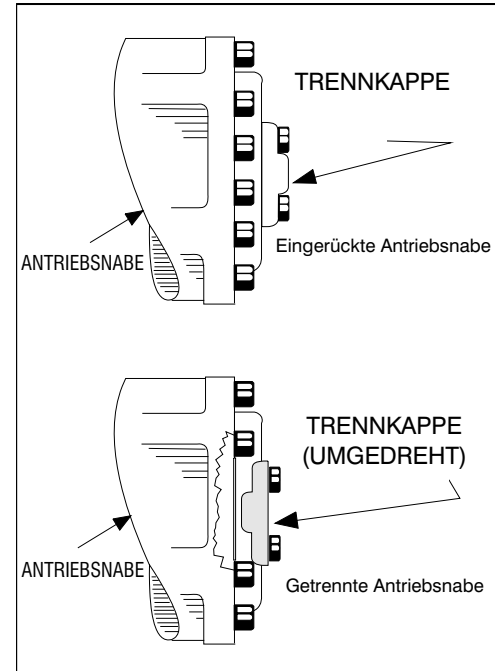

Abbildung 4-4. Antriebstrennnabe
3. Die Antriebsnaben trennen, indem die Trennkappen umgedreht werden. Siehe Abbildung 4-4., Antriebstrennnabe.